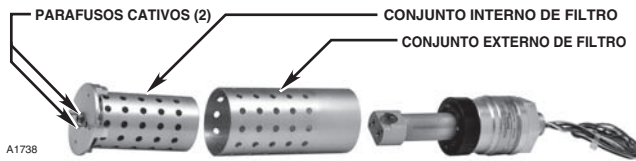
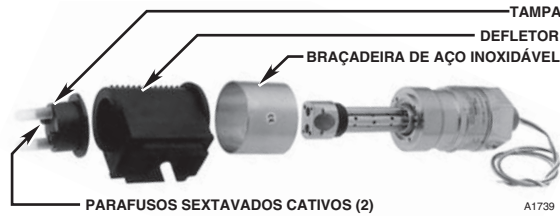

Figura 10 — Desmontagem do PIR9400 de alumínio
Figura 11 — Desmontagem do PIR9400 de aço inoxidável
3. Para o modelo de alumínio, deslize o conjunto externo de filtro sobre o conjunto de espelhos. O filtro exterior deve ficar orientado com a parte sólida em direção à base do detector. Se não estiver na direção correta, o conjunto do filtro não deslizará para a unidade. Deslize o conjunto interno de filtro para dentro do conjunto externo de filtro e gire-o até encaixar firmemente. Em seguida, aperte os dois parafusos cativos, utilizando a ferramenta apropriada. Veja a Figura 10. Para o modelo de aço inoxidável, deslize a braçadeira de aço inoxidável até o conjunto de base e, em seguida, deslize o defletor para a unidade. Coloque a tampa no defletor e gire-a até encaixar firmemente e, em seguida, aperte os dois parafusos, utilizando a ferramenta apropriada. Veja a Figura 11.